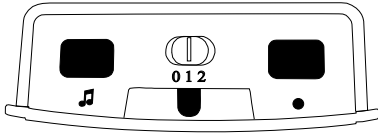

Abbildung 2: »signolux« Oberseite
Mit Hilfe des Signalwahl-Schiebeschalters (in Abb.2 „012“) können Sie die Art der Signalisierung wählen.
- Halten Sie die Taste »•« (Abb. 2) lange gedrückt. Die Symbole leuchten nacheinander auf. Lassen Sie die Taste los, sobald das gewünschte Symbol aufleuchtet.